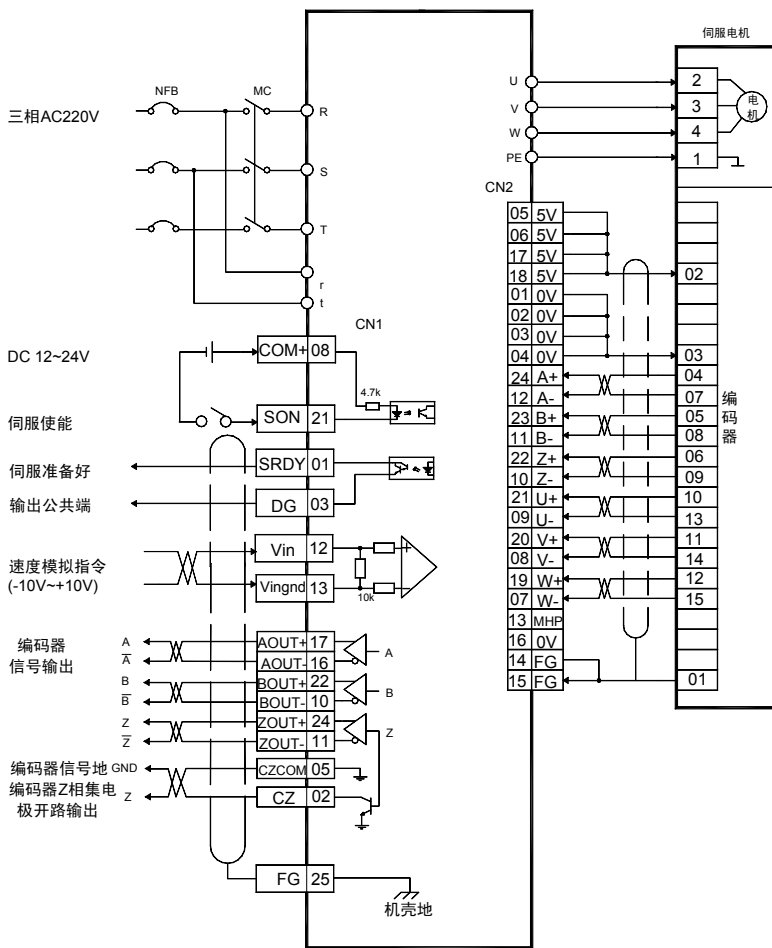

图 7.9 速度控制模式的简单接线图
- 按图 7.9 接线，主电路端子，三相 AC220V 接 R、S、T 端子。